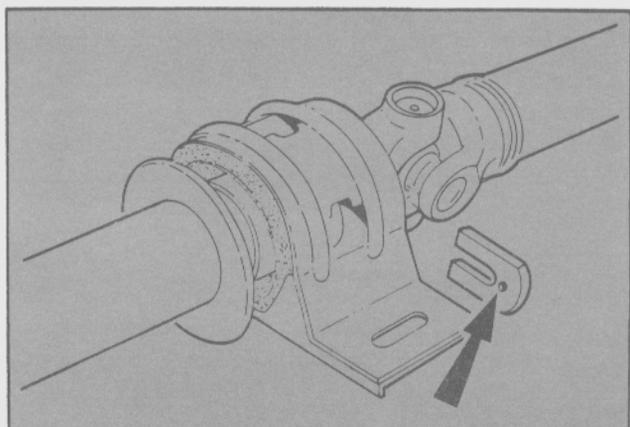

Fig. 18 - Colocación de la arandela en "U". Conservar su posición correcta.
- Introducir la arandela en "U" en su posición correcta. Observar figura. (Fig. 18).